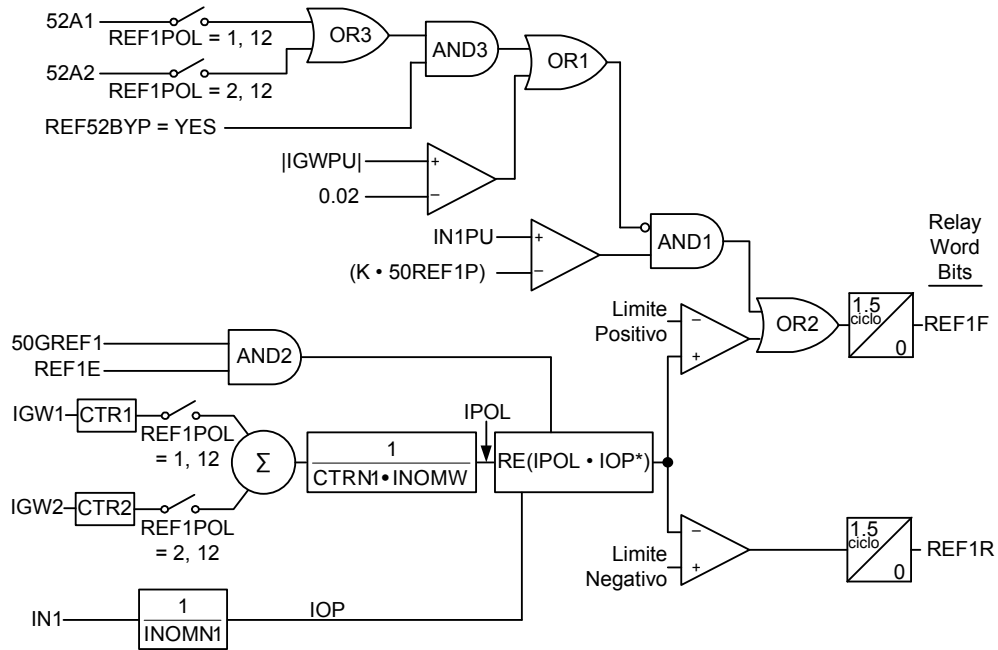
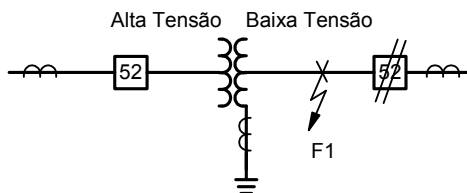
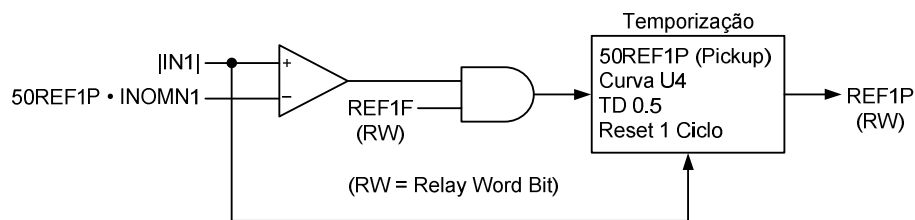

Figura 3 Lógica do Elemento Direcional REF
Figura 4 Falta Interna Com o Disjuntor de Baixa Tensão Aberto
Figura 5 Saída de Sobrecorrente Temporizada do REF
Como o SEL-787 pode ser encomendado com uma combinação de entradas de corrente de 1 A e 5 A, cada entrada de corrente para o elemento REF é dividida pelo valor nominal do respectivo canal, 1 A ou 5 A, para fornecer um valor em pu (por unidade). A grandeza de operação em pu é comparada com o limite de pickup, 50REF1P, enquanto a grandeza de polarização em pu é comparada com 80% do mesmo pickup. Isso garante que a entrada de polarização seja habilitada antes da entrada de operação. A ativação desses “Relay Word bits” habilita o cálculo direcional, conforme mostrado na Figura 3.
Na Figura 3, K é definido da seguinte forma:
A parte superior da lógica da Figura 3 refere-se a um caso em que o disjuntor está aberto, conforme mostrado na Figura 4.
Observe que o elemento REF do SEL-787 pode ser aplicado tanto como elemento instantâneo quanto temporizado. O “Relay Word bit” REF1F na Figura 3 pode ser usado para a operação instantânea. A Figura 5 mostra a lógica para a saída de sobrecorrente temporizada.
Para testar esta parte do elemento REF, simule a condição da Figura 4 através da aplicação de corrente de operação e nenhuma corrente de referência. Portanto, aplique corrente no terminal IN, e não aplique qualquer corrente nos enrolamentos de fase. Aumente a corrente IN enquanto monitora o “Relay Word bit” REF1F usando o comando **TAR REF1F 10000**. Este elemento será ativado quando a corrente IN exceder  $K \cdot 50REF1P$ . Os cálculos para o sistema de teste estão mostrados em (5).
Se REF52BYP = Y, repita este teste. Todavia, não aplique, desta vez, corrente à entrada IAW2. Ao invés disso, feche o disjuntor W2. Isso deve ter o mesmo efeito de bloquear a lógica de disjuntor aberto na extremidade da linha, confirmando a parte do 52A na porta OR1 da Figura 3.